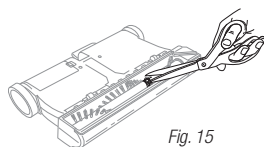

Fig. 15
- 3 Enlevez les ficelles, les fibres et les cheveux enroulés autour du rouleau de la brosse. À l'aide de ciseaux, coupez soigneusement le long du guide surélevé afin de retirer tout objet enroulé autour du rouleau de la brosse. Évitez de couper et d'endommager les soies de la brosse. (fig. 15)
- 4 À l'aide d'une pièce de monnaie, déverrouillez et enlevez le couvercle d'accès du rouleau. (fig. 15)